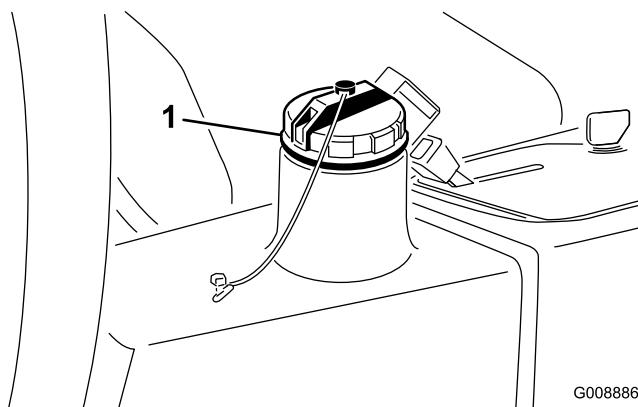

Figura 40
2. Pulite attorno al collo del bocchettone e del tappo del serbatoio del fluido idraulico (Figura 40) e rimuovete il tappo.